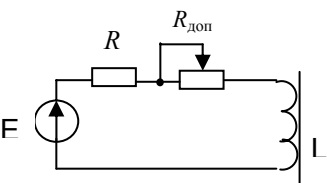

Рис. 9.2
- б) собрать схему, показанную на рис. 9.2, и включить питание;